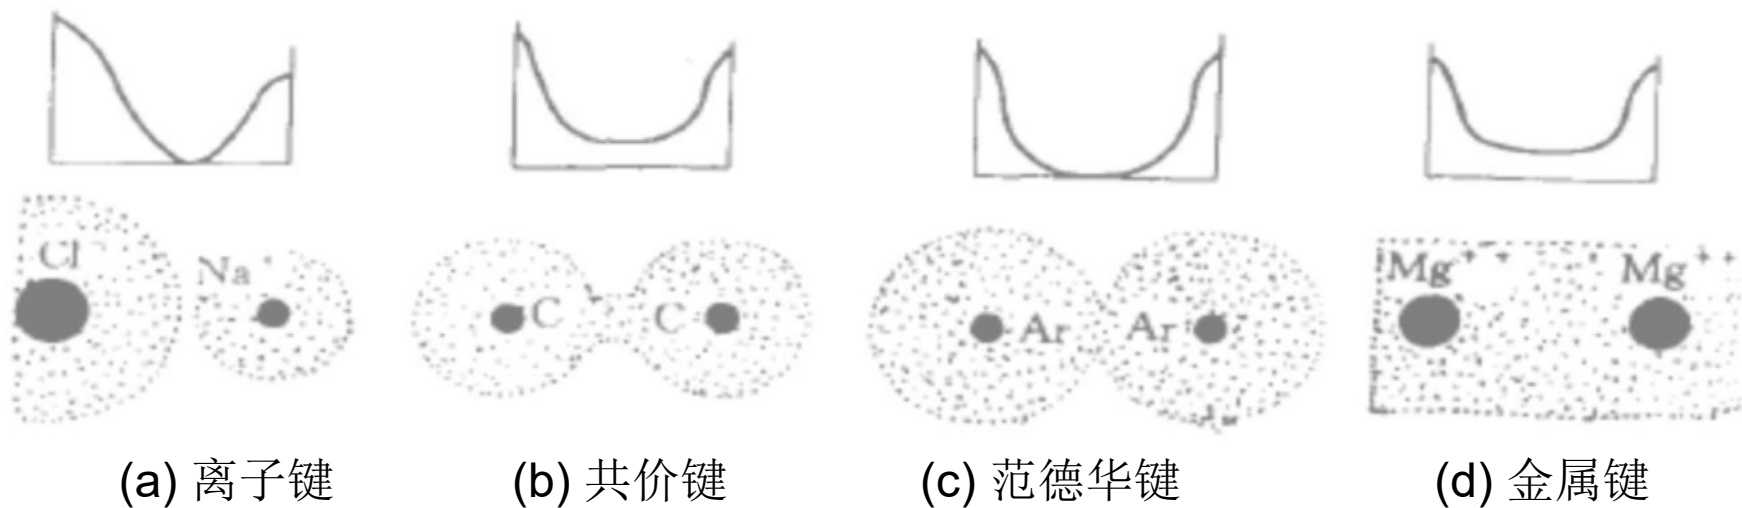

图2.5 不同化学键的电子分布
■ 各种键的本质区别在于价电子对各个原子间的不同分配关系，图2.5示出了前四种化学键的价电子分配关系。